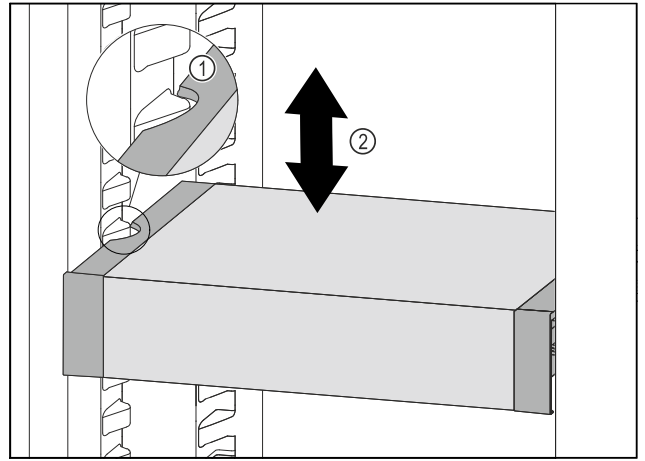

Fig. 105
- ▶ Потягнути VarioSafe вперед, поки бокові заглиблення VarioSafe не опиняться на рівні ребра для резервуара в охолоджувальному відділенні. Fig. 105 (1)
- ▶ Пересувайте VarioSafe вгору або вниз в охолоджувальному відділенні до тих пір, поки не досягнете бажаної висоти. Fig. 105 (2)